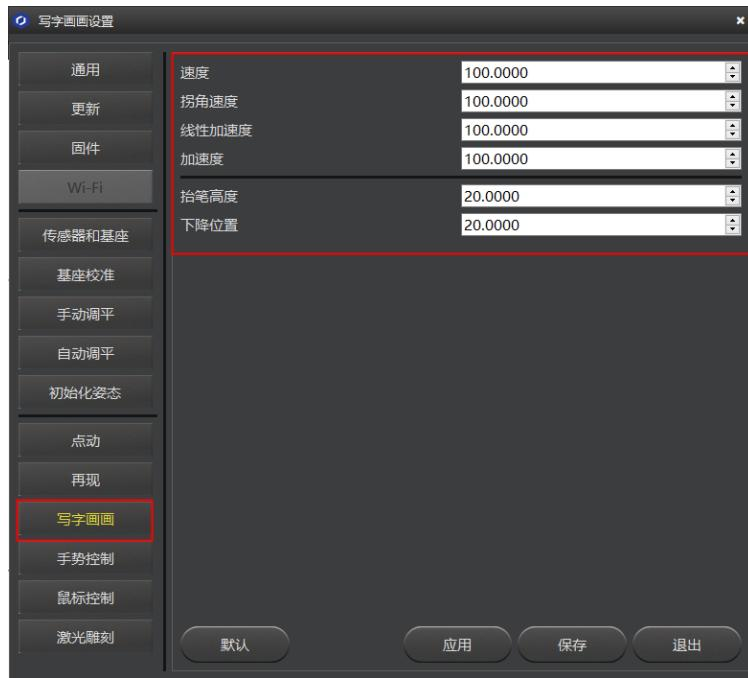

图 5.54 设置“写字画画”相关参数
2. 单击“写字画画”，然后设置机械臂的速度（mm/s）、拐角速度（mm/s）、线性加速度（mm/s²）、加速度（mm/s²）、抬笔高度（mm）和下降位置（mm）。如图 5.54 所示。